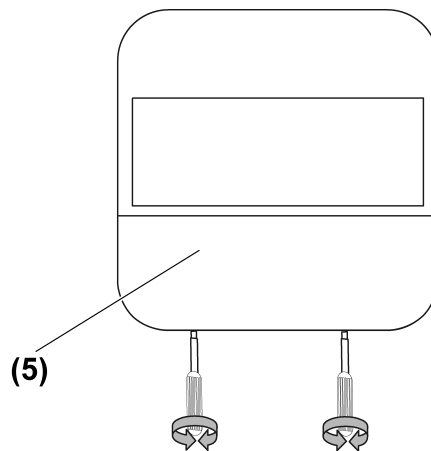

рисунок 15: Демонтаж подвижного переключателя
- Снять крышку подвижного переключателя (5) (рисунок 15).